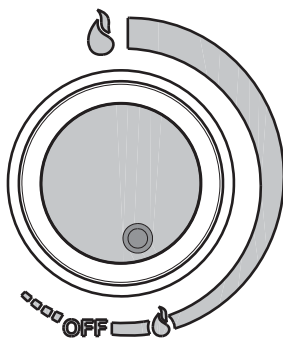

fig. 8B
- För att slå på varmvattenberedaren mot klockan set "A" på symbolen "🔥" (fig. 8B).
Sparläge införs genom att vrida på rattan "A" för att få "🔥" läge (fig. 8B). Sparfunktionens aktivering gör det möjligt att begränsa den maximala erhållna värmeeffekten när användningsbehovet är allmänt lågt (låg temperaturskillnad eller minskat varmvattenbehov som till exempel under sommarmånaderna).